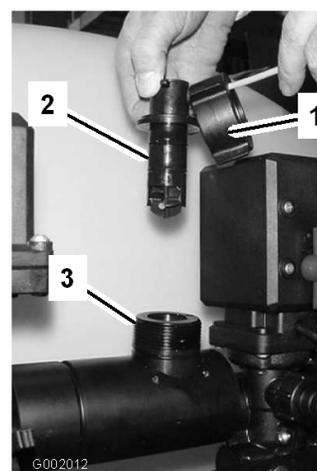

Figura 73
2. Retire la tapa del cuerpo del caudalímetro (Figura 73).